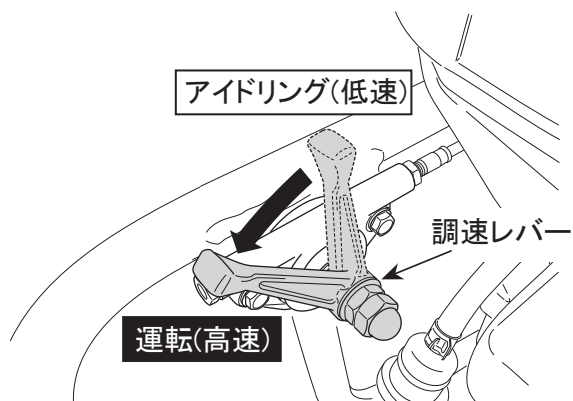

図 9
1. 調速レバーをアイドルリングから運転の位置へ動かすとタンピングランマーが作動を始めます。(図9)